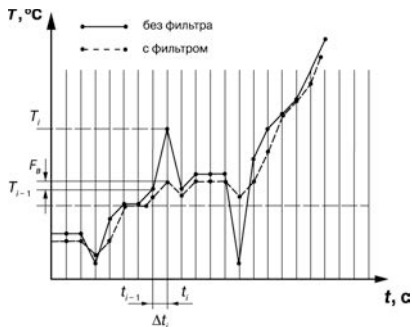

Рисунок 3.3
3.2.4.2 Во-первых, фильтр устраняет сильные единичные помехи (см. рисунок 3.3).
Если измеренное значение T_i отличается от предыдущего T_{i-1} на величину, большую, чем значение параметра F_b (заданная «полоса фильтра»), то прибор присваивает ему значение равное $T_{i-1} + F_b$ (рисунок 3.3), полоса фильтра удваивается. Таким образом, характеристика сглаживается. Как видно из рисунка 3.3, малая ширина полосы фильтра приводит к замедлению реакции прибора на быстрое изменение входной величины. Поэтому при низком уровне помех или при работе с быстроменяющимися процессами рекомендуется увеличить значение полосы